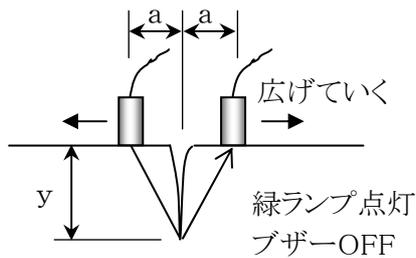

図1 $y > a$
- ③ひび割れを挟み、両センサーを左右に等間隔に押し当て(図1)、NEAR 緑ランプ点灯を確認します。
- ④徐々にセンサー間隔を広げていきます。